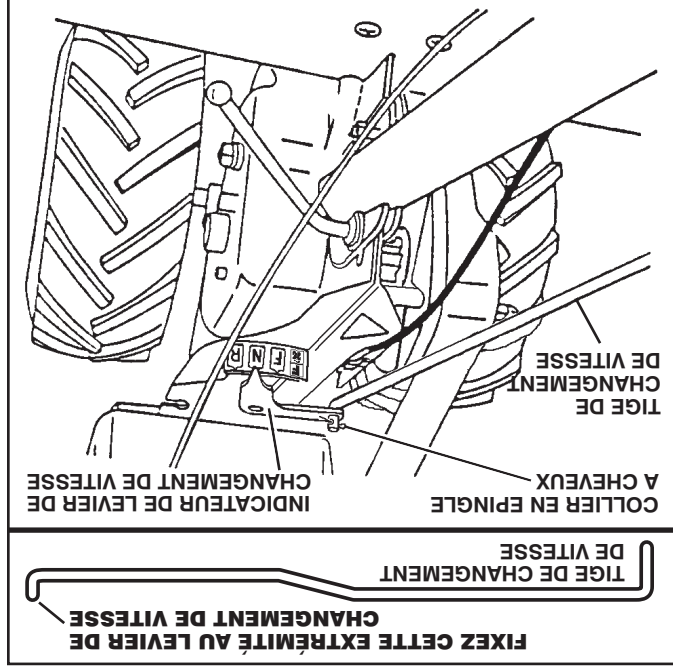

Fig. 7
RACCORDER LA TIGE DE CHANGEMENT DE VITESSE (Voir la fig. 7)
- Assurez-vous que l'indicateur de levier de changement de vitesse est en position point mort ("N"). (Voir la fig. 7).